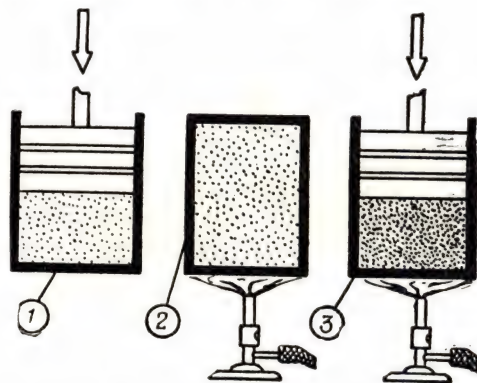

Рис. 3. Три способа изменения внутренней энергии тела.
Внутренняя энергия тела связана с его температурой. По изменениям температуры можно проследить за изменениями внутренней энергии тела. Изменение внутренней энергии может быть достигнуто не только путем подвода или отвода теплоты (нагрева или охлаждения). На рис. 3 показаны три способа изменения внутренней энергии тела, которые вы можете испытать сами: 1) путем изменения объема тела, например сжатия (1), работа при этом идет на увеличение потенциальной энергии